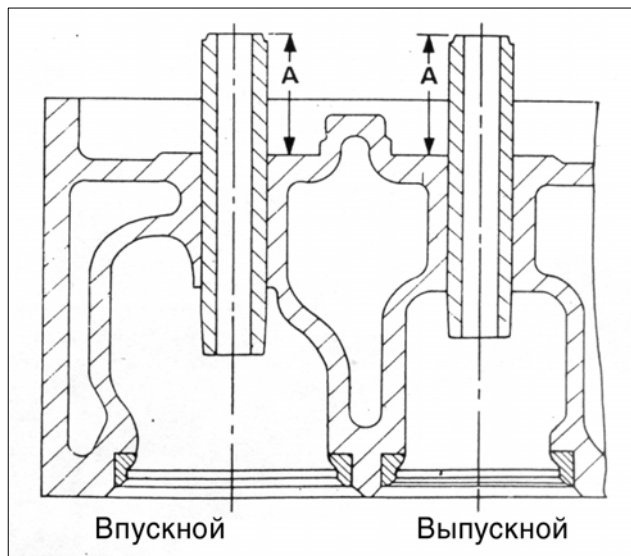

РИС. 87
- 7) Упомянутый бородок с вкладышем обеспечивает размер "А". Проверьте это замером (см. рис. 87).